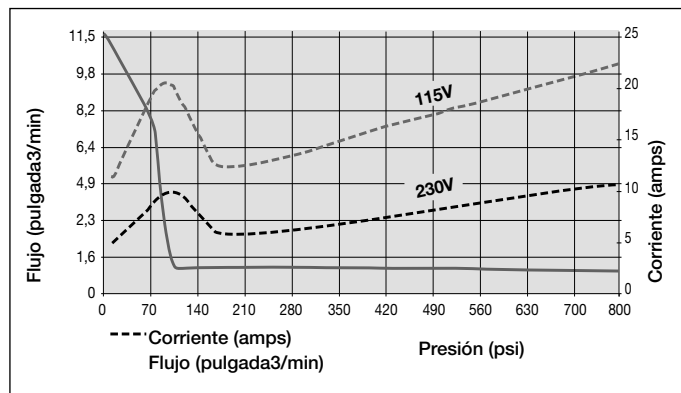

Figura 1, Cuadro de flujo
3.2 Cuadro de flujo (véase figura 1):
*El consumo de energía real depende de la aplicación. Véase Figura 1.
- 1. La protección del circuito en línea y de desconexión debe ser proporcionada por el cliente. La protección del circuito en línea debe ser 115% de la corriente a plena carga del motor a presión máxima de la aplicación (véase Figura 1).